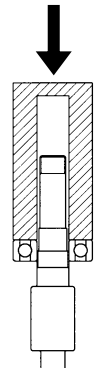

図 9
- (1) 出口側ベアリング⑳を、シャフト㉑の段付部まで完全に圧入する。(図 9)
- (2) ベアリングワッシャ㉒、ベアリングナット㉓を取り付ける。
- (3) 出口側ベアリング⑳を出口側ベアリングボックス㉔に挿入する。
- (4) (MLC-581,701, GLC-585,705) ヒートファン㉕を取り付ける。
- (5) ベアリング押さえ㉖を取り付ける。
- (6) 出口側ベアリングボックス㉔をファンケース(A)④に取り付ける。
- (7) ファンキー⑱を取り付ける。
- (8) ファン⑩、デフレクタ⑰、ファンケース(B)⑤の順で全てのファン⑩まで組み立て、カラー⑮を取り付ける。